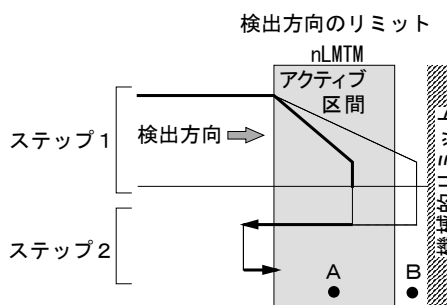

図 2.5-16 自動原点出し 例 2 の動作
- b. 自動原点出しを開始する位置が、検出方向に向かって、リミット信号アクティブ区間を越えた先(図2.5-16のBの位置)にはないこと。